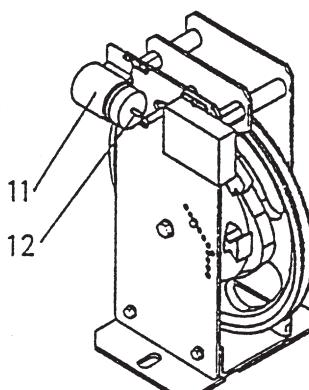

Fig. 2
Per mezzo di un tasto, il comando a distanza (fig. 2, pos. 11) provoca l'innesto del pendolo su percorso eletro-magnetico nella scatola dell'interruttore stesso.